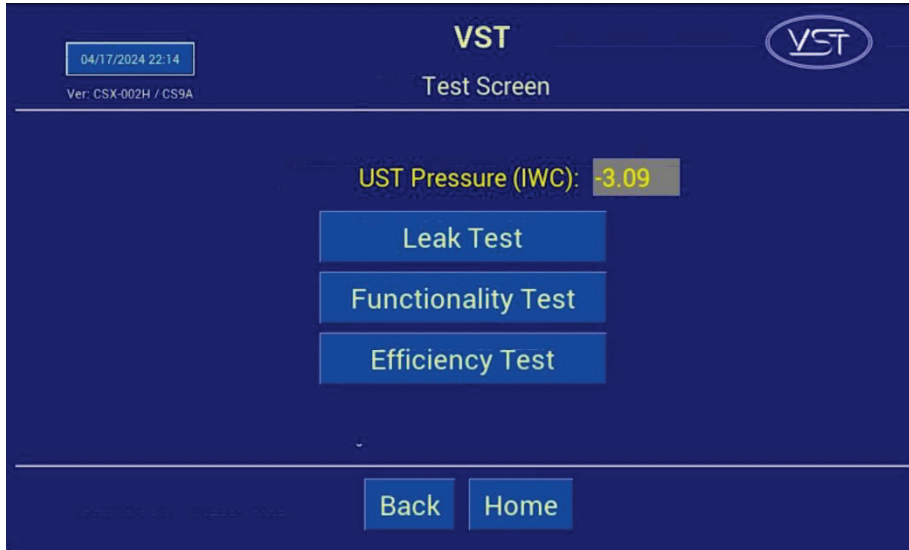

Figura 6-5: Pantalla de prueba de funcionalidad
3. Para iniciar la prueba de funcionalidad, presione el botón Start. **Vea la Figura 6-5.**